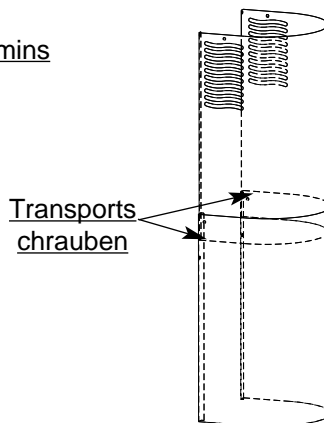

Abb. 7
- Entfernen Sie die 2 (für den Transport vorgesehenen) Befestigungsschrauben der Kaminteile (Abb. 7).
- Bereiten Sie den Kamin vor und richten Sie dabei die Luftaustrittsöffnungen so nach oben, dass sie sichtbar sind (Abb. 7). Schieben Sie die Kaminteile so weit wie möglich ineinander.